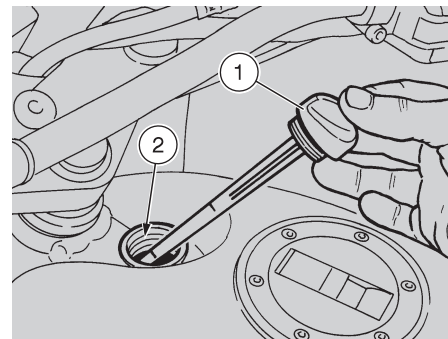

Fig. 26
## VERIFICA LIVELLO OLIO MOTORE E RABBOCCO (Fig. 26)
## SOSTITUZIONE OLIO MOTORE E FILTRO OLIO (Fig. 26 ÷ 29)
- ◆ Togliere il tappo di carico olio (1 Fig. 26).
- ◆ Versare quindi dall'apertura di riempimento (2 - Fig. 26) 1600 cc circa di olio motore, vedi pag. 59 (TABELLA LUBRIFICANTI).
- ◆ Avvitare il tappo carico olio (1 - Fig. 26).